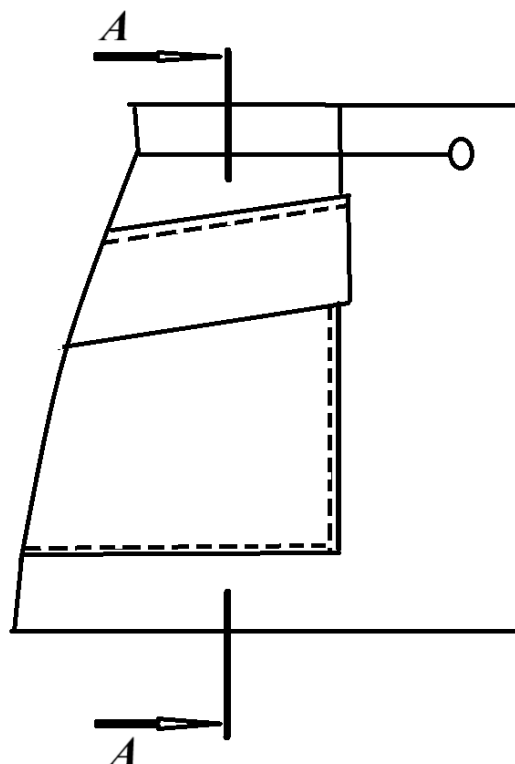

Рисунок 1 – Фрагмент сарафана. Накладной карман с клапаном.
Второй этап: Моделирование фрагмента заданной модели сарафана - накладного кармана с клапаном (стр. 11, рис. 1) в натуральную величину и изготовление лекал.
Третий этап: изготовление (пошив) образца фрагмента заданной модели - накладного кармана с клапаном, выполнение декора (вышивки) (стр.11, рис. 1).
1) *Внешний вид фрагмента заданного изделия должен полностью соответствовать техническому рисунку модели и художественно-техническому описанию (стр. 5, табл. 1), рисунку фрагмента (стр. 11, рис. 1) и техническим требованиям в п.п.2.2 и 2.3(при их наличии).*